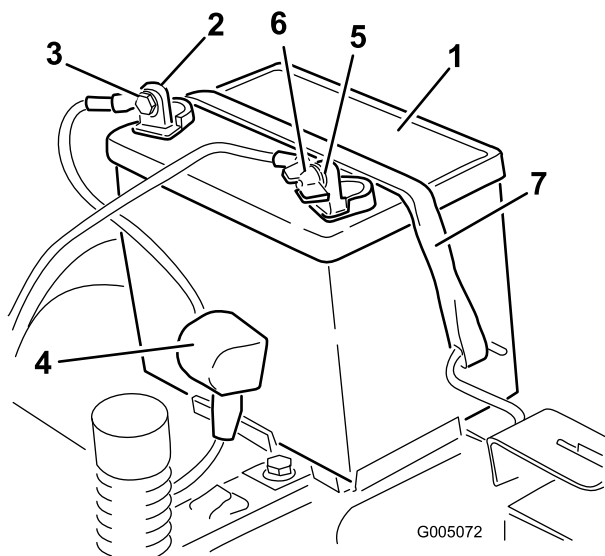

Figure 32
4. Débranchez le câble négatif (noir) de mise à la masse de la borne de la batterie (Figure 32). Mettez les fixations de côté.
- Repoussez le capuchon en caoutchouc sur le câble positif (rouge). Débranchez le câble positif (rouge) de la borne de la batterie (Figure 32). Mettez les fixations de côté.
- Enlevez la sangle de maintien de la batterie (Figure 32) et ôtez la batterie de son support.
- Placez la batterie dans son support en tournant les bornes vers la position de fonctionnement (Figure 32).
- Fixez la batterie en place à l'aide de la sangle de maintien (Figure 32).